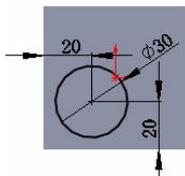

图 1.2.30 草图 2
(1) 选择要“从选择生成草图”的草图实体。在设计树中右击草图2,在弹出的快捷菜单中单击按钮,进入草图环境,选取图 1.2.30 所示的草图 2 作为要“从选择生成草图”的草图实体。